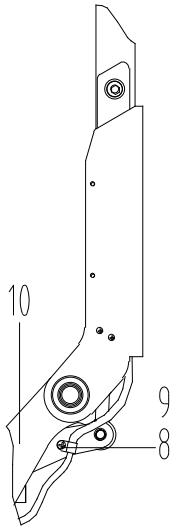

Figura 4
- Tal y como se muestra en la figura 4, fije bien con tornillos (8) el cuerpo de la transpaleta (5) a la base del manillar (10). A continuación, presione el manillar hacia abajo y suéltelo muy despacio. Realice algunas pruebas para asegurarse de que esté bien sujeto y que funcione correctamente.